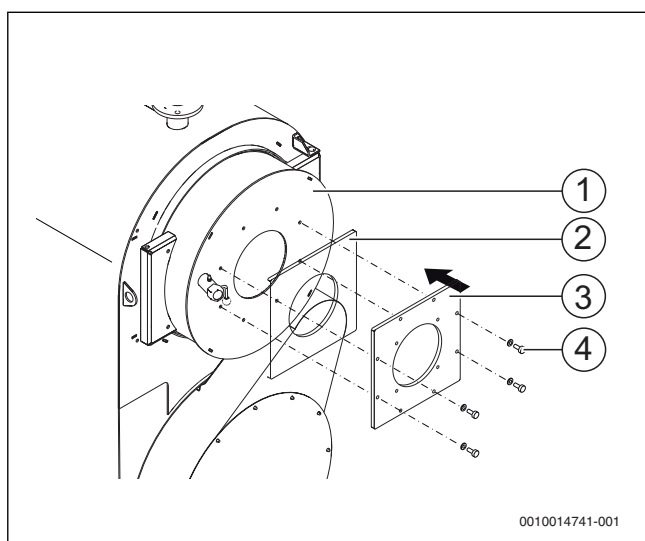

Рис. 16 Монтаж пластины под горелку
- Закрепите пластину под горелку (→ рис. 16, [3], стр. 23) с уплотнением [2] на двери камеры сгорания [1] болтами с шайбами [4].